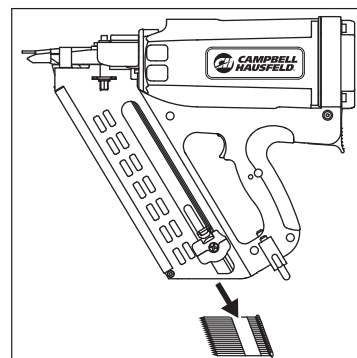

Figure 19
2. Tourner l'outil jusqu'à ce qu'il se trouve en position verticale. Tous les clous restants dans le chargeur glisseront par le bas du chargeur (voir la figure 19).